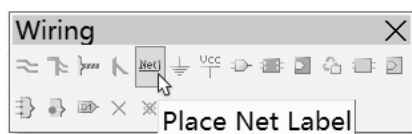
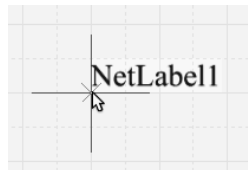

图 5-1-27 放置网络标号按钮
图 5-1-28 附着默认网络标号的十字形鼠标指针
(7) 添加网络标号。执行菜单命令 Place → Net Label 或单击如图 5-1-27 所示的按钮，鼠标指针变为如图 5-1-28 所示的形状，十字形指针上附着系统默认的网络标号“NetLabel1”。